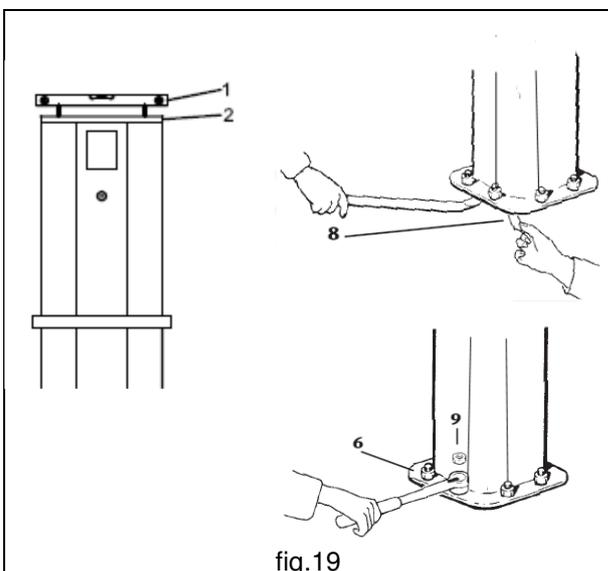

fig.19
5. Verificare la verticalità dell'asse di rotazione utilizzando per questa operazione una livella **1** che dovrà essere appoggiata sulla flangia di appoggio **2** della colonna. La perfetta messa a piombo della colonna si ottiene spessorando **8** opportunamente la piastra di base.(fig.19)
7. Assicurare successivamente i dadi contro lo svitamento con i relativi controdadi **9** (fig.19).